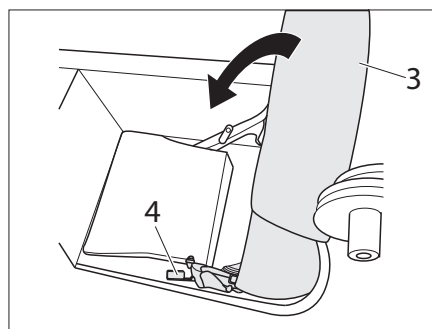

Bild 225 Flytta ryggstödet till förvaringslådan
- Tryck på spak 2 (Bild 225,4) och flytta ryggstödet till (Bild 225,3) förvaringslådan.